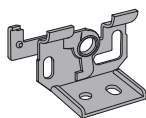

FIG.2
- 2 o più staffe a soffitto e a parete seconda della larghezza della tenda (FIG.2).